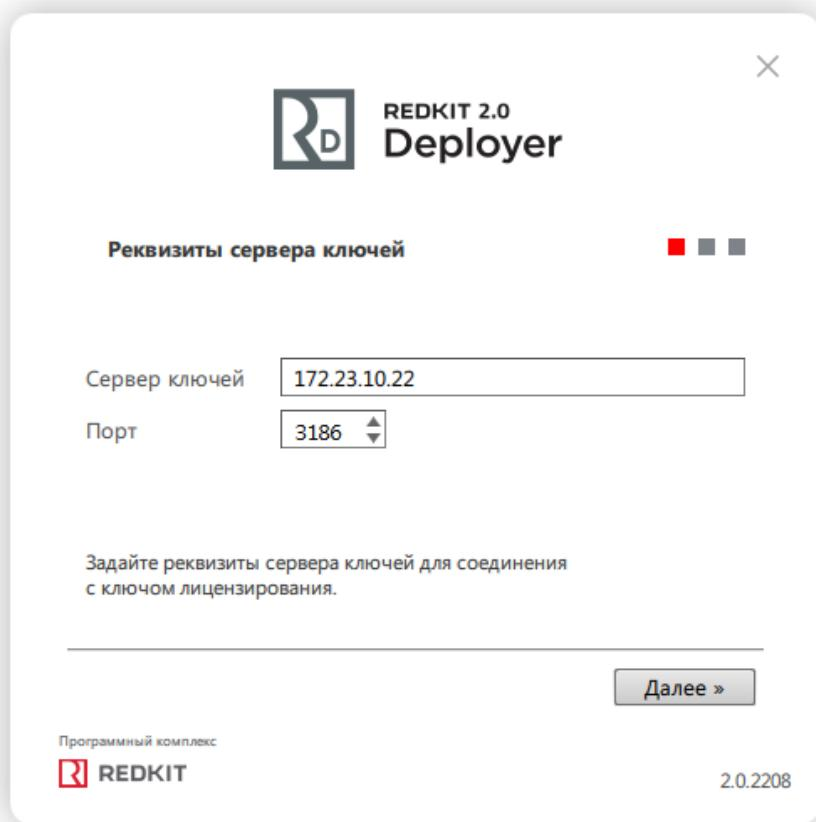

Рисунок 217 - Реквизиты сервера ключей
3. Укажите IP-адрес и порт основного сервера ключей (Рисунок 217).